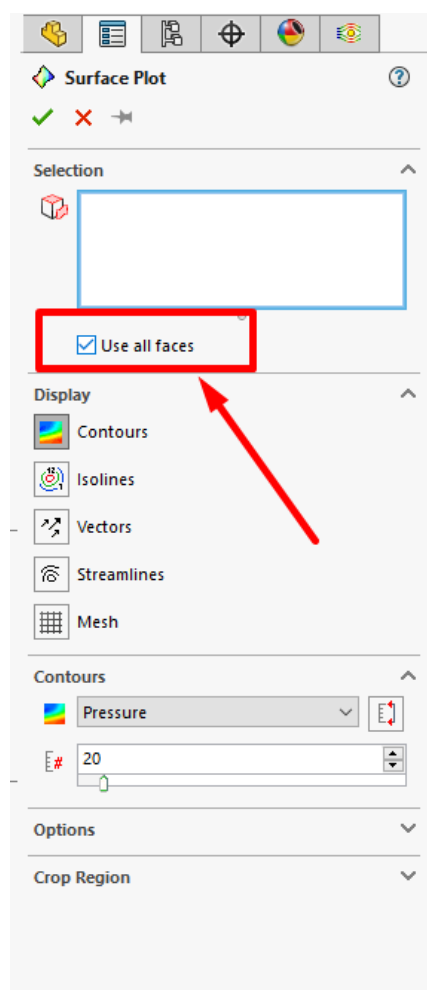

Рисунок 10.38 – Параметри поверхневої епюри
3. Активуйте опцію **Use all faces** (Використовувати всі грані) (рис. 10.38).